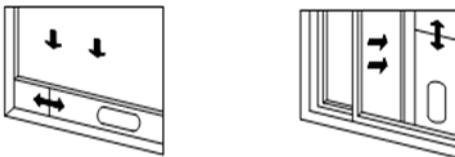

Fig.4
- Aprire leggermente la finestra e posizionare il kit finestra orizzontalmente o verticalmente come mostrato in Fig 4.